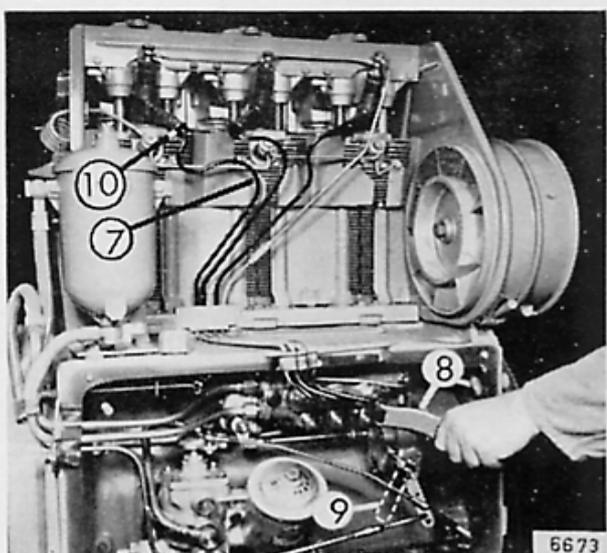

Fig. 21
Si les tuyauteries (7) allant aux injecteurs ont été déposées – Figure 21 –, effectuez aussi la purge d'air, utilisez pour cela le levier d'amorçage (8) qui se trouve dans le coffret d'outillage, et pompez aussi longtemps en amenant le levier de changement de régime (9) en position «plein gaz», jusqu'à ce que le combustible s'écoule sans bulles au raccord fileté (10) préalablement desserré.